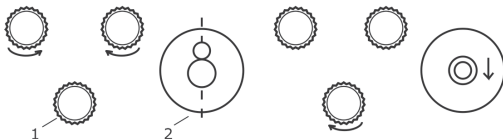

Рис. 3.
- Подъемными винтами [1] установите пузырек [2] в центр (рис. 3)
- Одновременным вращением верхних винтов переместите пузырек вправо или влево при обратном вращении по схеме (Рис. 3).